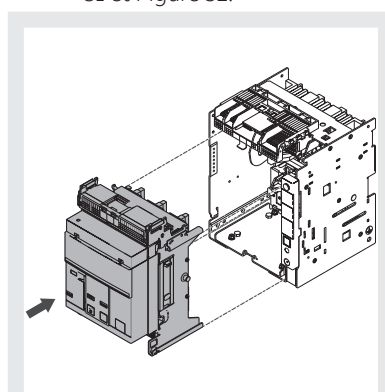
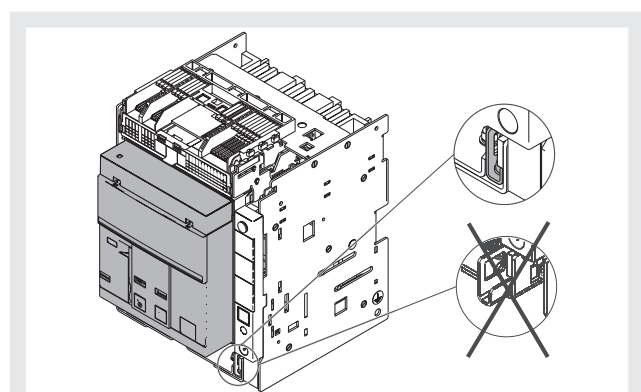

Figure 31
Figure 32
3. Placer la partie mobile dans la partie fixe et la pousser jusqu'à ce qu'elle arrive en butée. Voir Figure 31 et Figure 32.